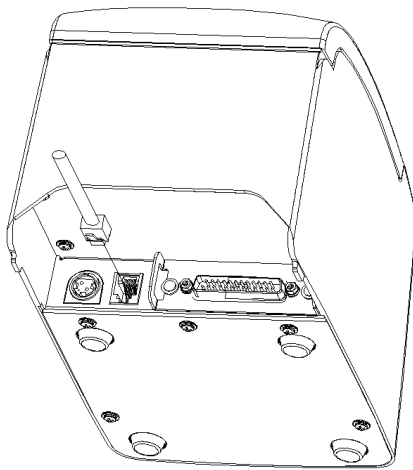

图 1-6 钱箱连接
- 2、 将钱箱的数据线插入到打印机后面的钱箱接口内。如图 1-6。